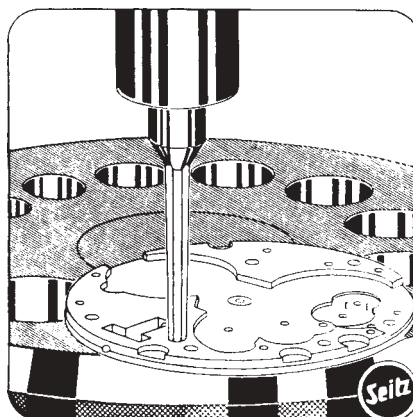

Abb. 83
b) Dient zum Aufreiben von Stiftlöchern in Platinen. Die Stellstiftlöcher müssen absolut senkrecht in der Platine angebracht werden, da sie für den richtigen Sitz der Brücke und somit der Eingriffe in der Uhr verantwortlich sind (Abb. 83).